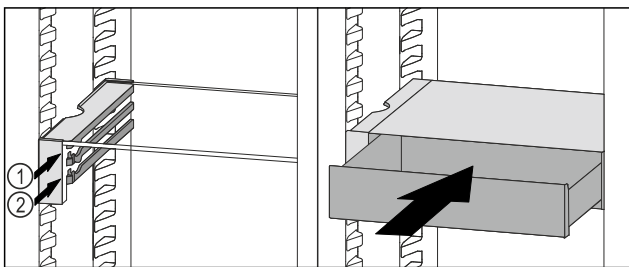

Fig. 103
- ▶ VarioSafe-Schubfach hinter den Stoppern auf gewünschter Rippe Fig. 103 (1) oder Fig. 103 (2) aufsetzen.